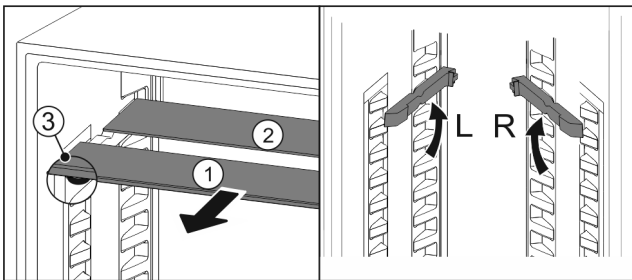

Fig. 103
- ▶ По одной извлеките Fig. 103 (1) стеклянные панели движением вперед.
- ▷ Стеклянная панель Fig. 103 (1) с декоративной планкой лежит спереди.
- ▷ Стопоры Fig. 103 (3) показывают вниз.